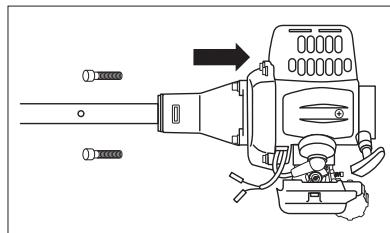

fig. 4
- Montez l'arbre de transmission complet sur le moteur en utilisant quatre vis (fig. 4).